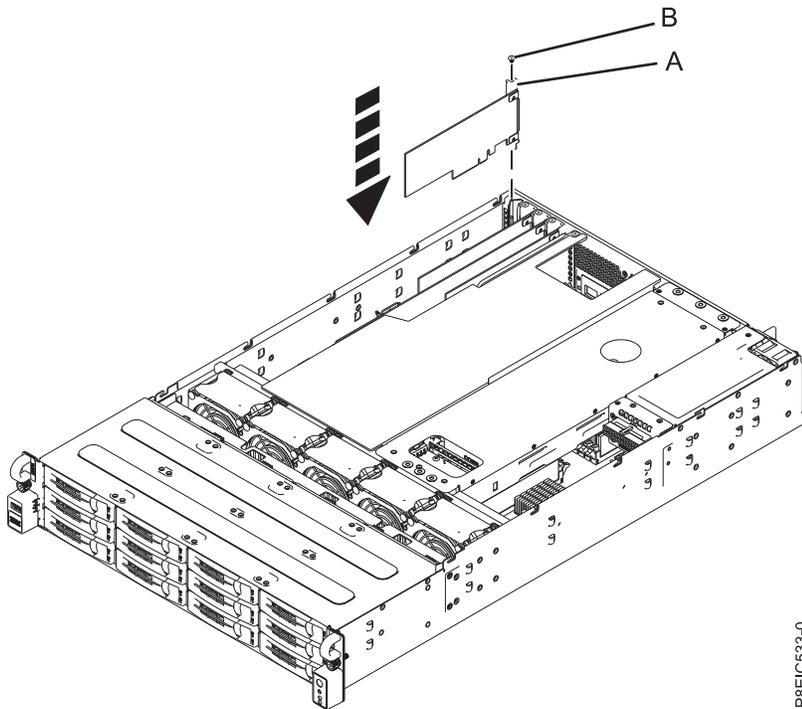

Figure 51. Installation de la carte PCIe Gen3 SAS/SATA RAID (FC EC3S) (A) et de la vis (B)
- d. Insérez la carte RAID de remplacement (A) dans l'emplacement de la carte PCIe du fond de panier système en alignant la carte correctement et en l'insérant entièrement dans l'emplacement.
- e. Insérez la vis de fixation (B) et vissez-la pour fixer la carte PCIe dans le système, comme illustré dans la figure 51, à la page 46.